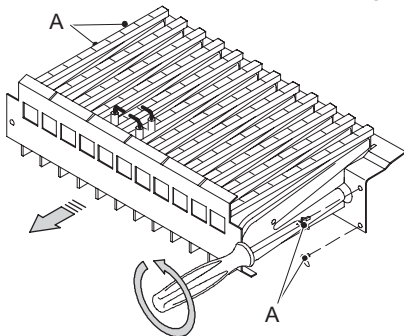

Fig. 8.1
- Togliere il pannello anteriore della camera di combustione ed il bruciatore in Fig. 8.1.
- Rimontare il bruciatore Fig. 8.1, il pannello